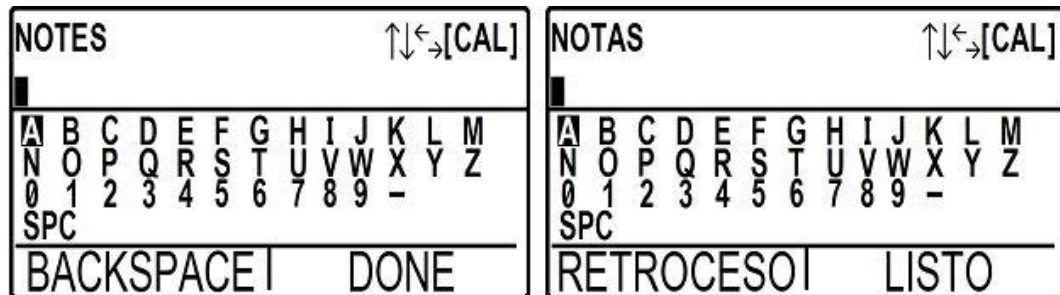

Figura 49: Pantalla para agregar notas al archivo que está siendo creado
- Presione la tecla , para entrar a la pantalla en la que Usted puede definir las notas que desea agregar al archivo que está siendo creado; entonces la pantalla aparecerá como se muestra en la Figura 49.